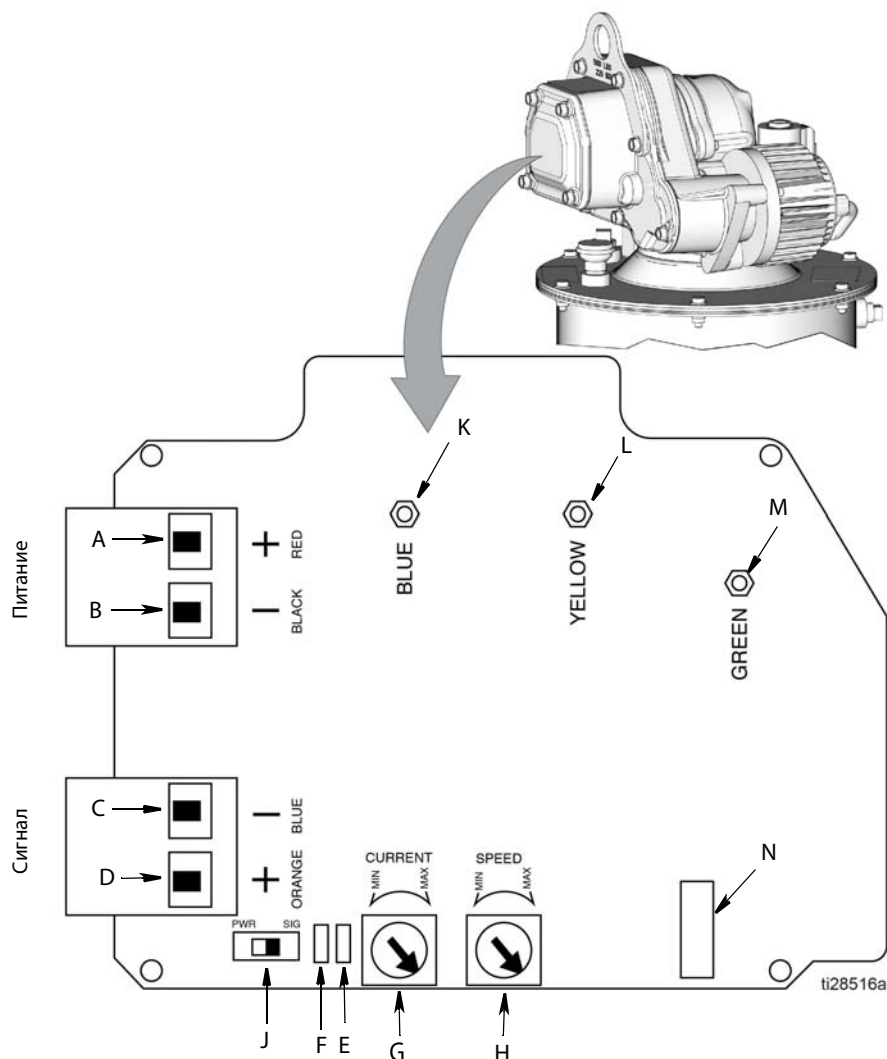

Рис. 8
- Когда переключатель управления насосом (J, Рис. 8 стр. 10) установлен в позицию сигнального режима, двигатель и насос работают, если напряжение подается на контакты сигнала и питания.
- Когда переключатель управления насосом (J, Рис. 8 стр. 10) установлен в позицию силового режима, двигатель и насос работают, если напряжение подается на контакты питания. Подача напряжения на контакты сигнала при этом не требуется.